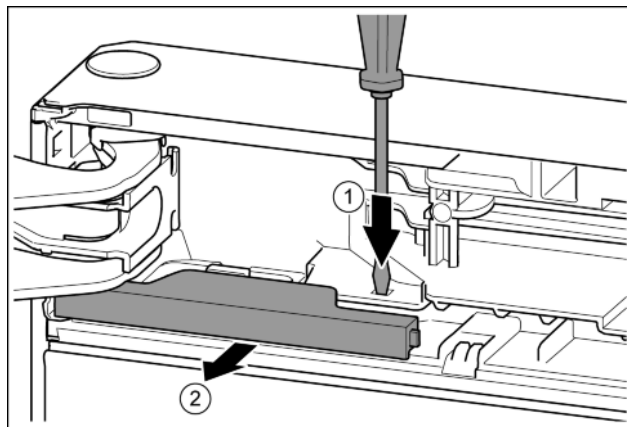

Fig. 12
- ▶ Nakładkę wcisnąć przy pomocy śrubokręta. Fig. 12 (1)
- ▶ Wyciągnąć osłonę z blokady. Fig. 12 (2)